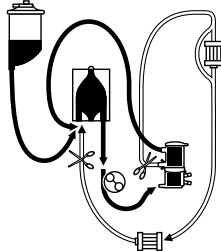

Abbildung 8.
- Entfernen Sie nach dem Einlegen der Schlauchleitung in die vorschriftsmäßig okkludierte Pumpenführungsbahn die Klemme vom Rezirkulationsauslass (siehe Abbildung 8), um die Rezirkulation zwischen Oxygenator und venösem Reservoir freizugeben.